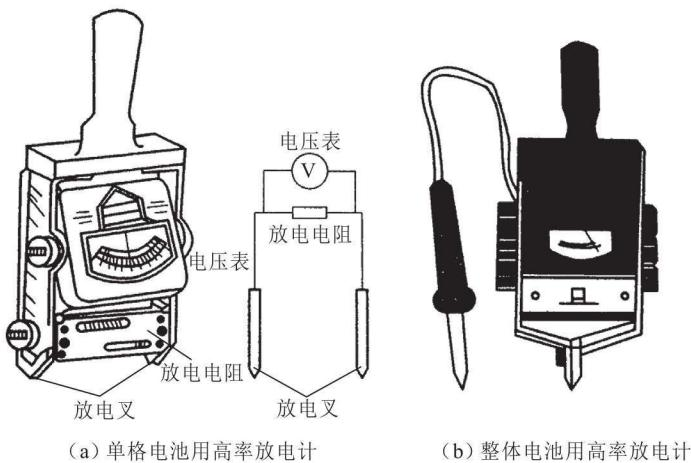

图 1-3 高率放电计结构
蓄电池开路电压可用万用表的电压挡检测，将万用表的正、负表笔分别与蓄电池的正、负极相接即可，如图 1-3 (a) 所示。
(3) 使用高率放电计检测。高率放电计的结构见图 1-3 (b)。